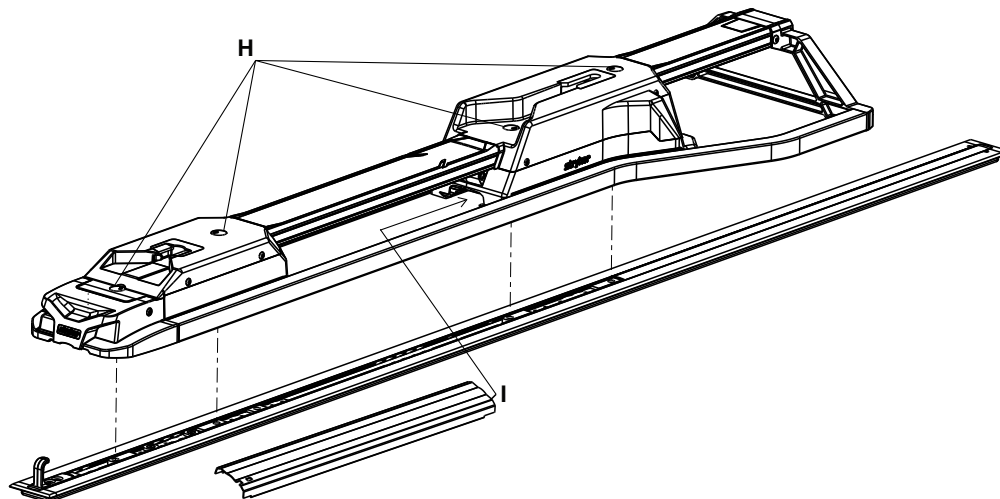

Figura 11 – Coloque o sistema de fixação
17. Rode as tampas (H) meia volta para aceder aos parafusos da placa de piso fixados que se encontram sob as proteções (Figura 11).
19. Utilizando uma chave sextavada de 3/8 pol., instale os restantes três parafusos da placa de piso fixados (H) nas duas cunhas (Figura 11).
23. Introduza o lado não ranhurado do conjunto da tampa central (6392-001-011) (I) na abertura na cobertura da extremidade do lado da cabeça (Figura 11).
- _____ Utilizando uma chave dinamométrica, verifique novamente se os quatro parafusos da placa de piso fixados (A) estão apertados a 60 ± 10 pés-libras (81 ± 14 Nm) (Figura 11).